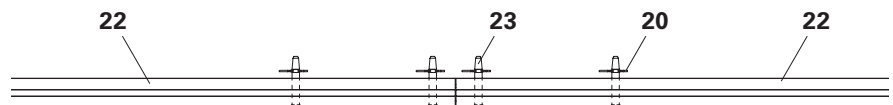
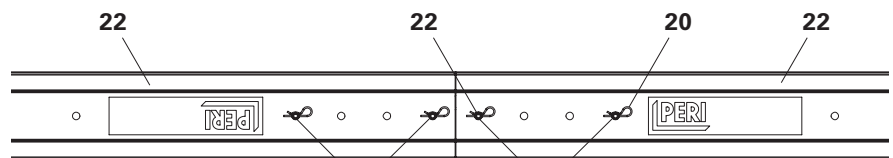

Fig. A6.04a
Fig. A6.04b
3. Fissare nel 1° e 4° foro delle travi alluminio MP MB 24 (**22**) con 4x perni 20x140mm (**23**) e bloccare con inserto a molla (**20**). (Fig. A6.04a + Fig. A6.04b)